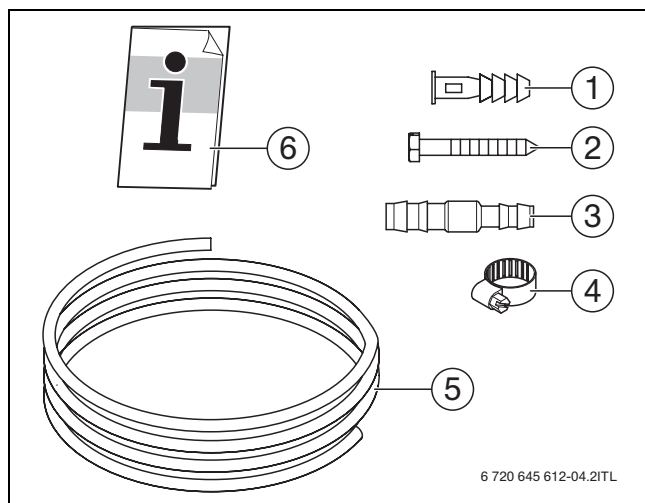

Fig. 1 Conținutul de livrare
- Accesorii incluse în conținutul de livrare (→ fig. 1)